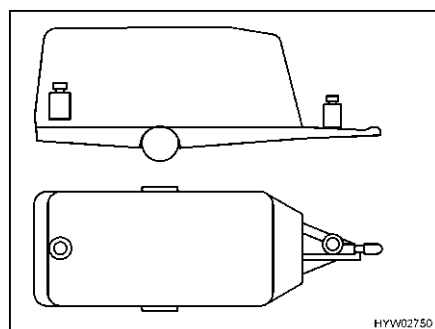

Fig. 8 Ripartizione scorretta del peso
**Caricamento scorretto** Pesi distanti tra loro (Fig. 8) possono provocare slittamenti.